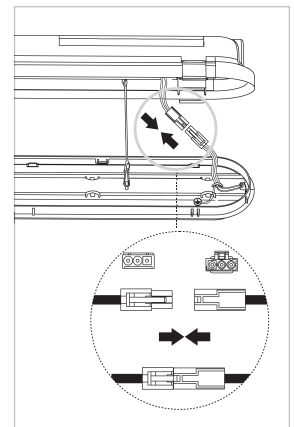

Abb. 8: Steckverbinder
5. Verbinden Sie die Leitungen mit Hilfe der Steckverbinder. (Abb. 8)